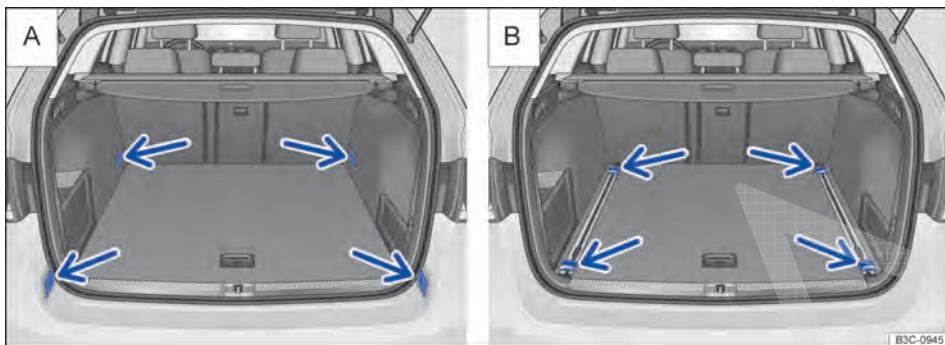

Fig. 117 No compartimento de bagagem: disposição dos olhais de amarração (A) e olhais de amarração móveis (B).
Na área dianteira e traseira do compartimento de bagagem existem olhais de amarração para fixação de volumes de bagagem ⇒ Fig. 117 (seta).
Olhais de amarração móveis ⇒ Fig. 117 (B) podem ser adequados individualmente aos volumes de bagagem por meio do deslocamento no sistema de trilhos.